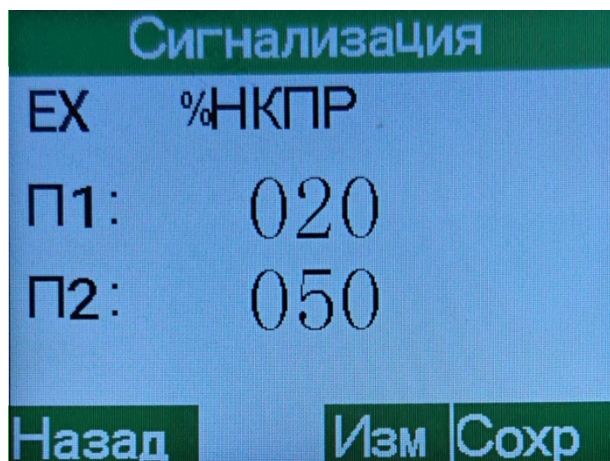

Рисунок 38– Меню установки порогов сигнализации
3.5.6.10 Функция 3 позволяет задать для каждого из веществ необходимые уровни порогов срабатывания П1 и П2, при которых будут активироваться встроенные реле и включаться светозвуковой оповещатель (рисунок 38).